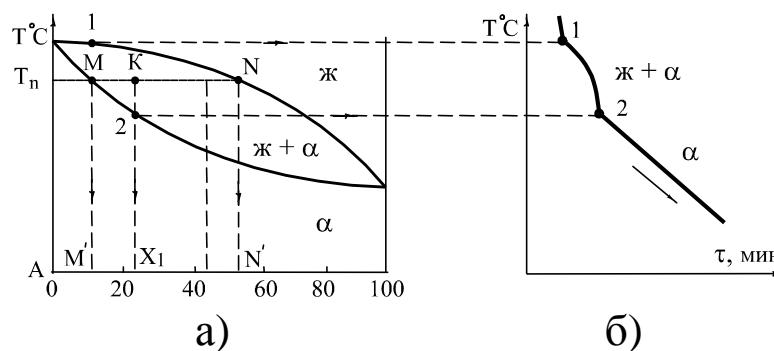

Рис. 1. Диаграмма состояния системы А – В(а)
1. Пример выполнения задания по *анализу фазовых превращений в двухкомпонентных сплавах* рассмотрим применительно к сплаву с неограниченной растворимостью компонентов в жидком и твердом состояниях. Диаграмма состояния для этого случая представлена на рис. 1,а, где в удобной графической форме отображены изменения в состоянии сплавов при изменении их состава и температуры.
Как видно на рис.1 (а), на диаграмме имеются три области, разделенные двумя сходящимися по краям кривыми. Верхняя (выпуклая) кривая представляет собой геометрическое место точек температур начала кристаллизации (или конца плавления) твердой фазы α и называется линией *ликвидус*. Выше этой линии все сплавы находятся в жидком состоянии (*liquide* – жидкий). Нижняя (вогнутая) кривая – геометрическое место точек температур конца кристаллизации (или начала плавления) твердой фазы и называется линией *солидус*. Ниже этой линии все сплавы находятся в твердом состоянии (*solide* – твердый). В области между линиями ликвидуса и солидуса часть сплава находится в жидком состоянии, а часть – в твердом.
в) В соответствии с выявленными критическими температурами строится кривая охлаждения сплава в координатах «температура – время» (рис. 1,б). На данной кривой:
Например, для сплава состава X_1 и находящегося при температуре T_n (точка K , рис.1,а), жидкая фаза состоит из 48 %